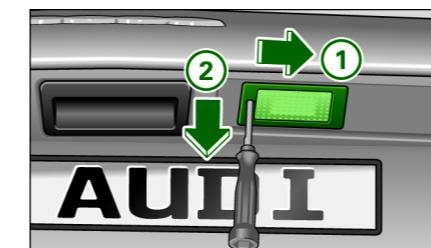

图 298 行李箱盖：拆卸牌照灯
- 将扁平的换插式螺丝刀插入牌照灯的开缝中 ⇒ 图 298。
- 借助螺丝刀首先将牌照灯向箭头推，将牌照灯向下箭头②从该位置上拔出开口。